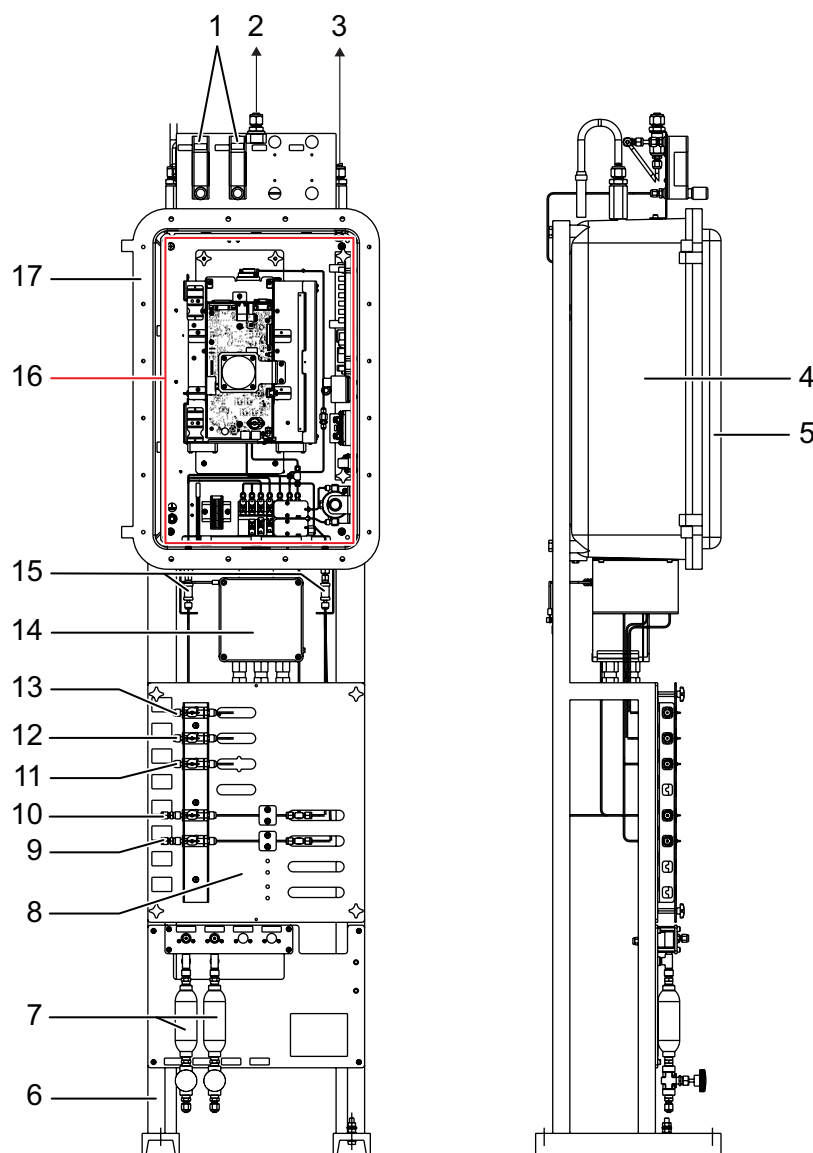

Abb. 3: Prozessgaschromatograph PGC 9301 Core mit Gehäuse und Gestell zur Bodenmontage
- PGC 9301 Core mit Gehäuse und Gestell zur Bodenmontage (vgl. Abb. 3)